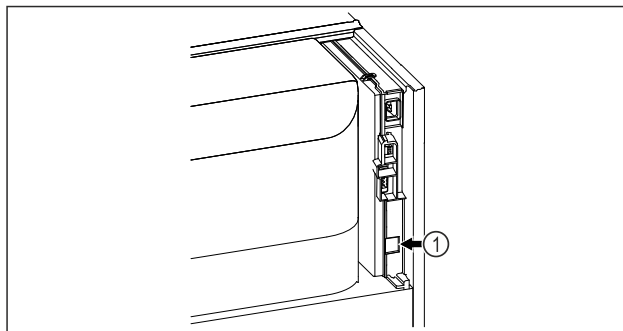

Fig. 134
- A SmartModule Fig. 134 (1) be van helyezve.